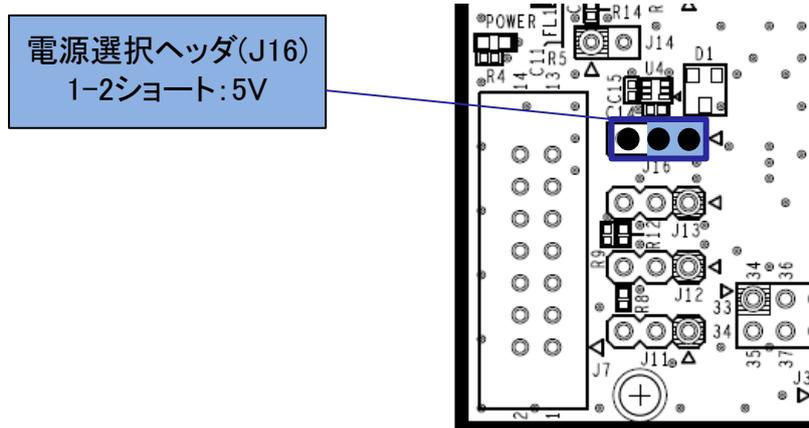

図 5-5: 5V 使用時のヘッダ設定(部品面)
- ・ J16 1-2 ショート : 5V 電源を選択。出荷時初期設定。(図 5-5)